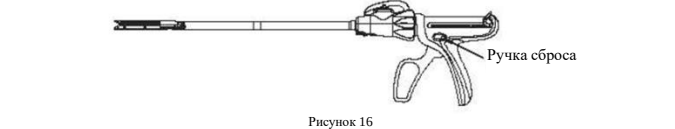

Рисунок 16
7. Убедившись, что шитье завершено, удерживайте кассету в закрытом состоянии в течение 15 секунд, затем потяните назад ручку сброса до конца и освободите ткани. После извлечения устройства из тканей снова сожмите рукоятку шитья, чтобы закрыть бранши и извлечь устройство из троакара (см. рисунок 16).